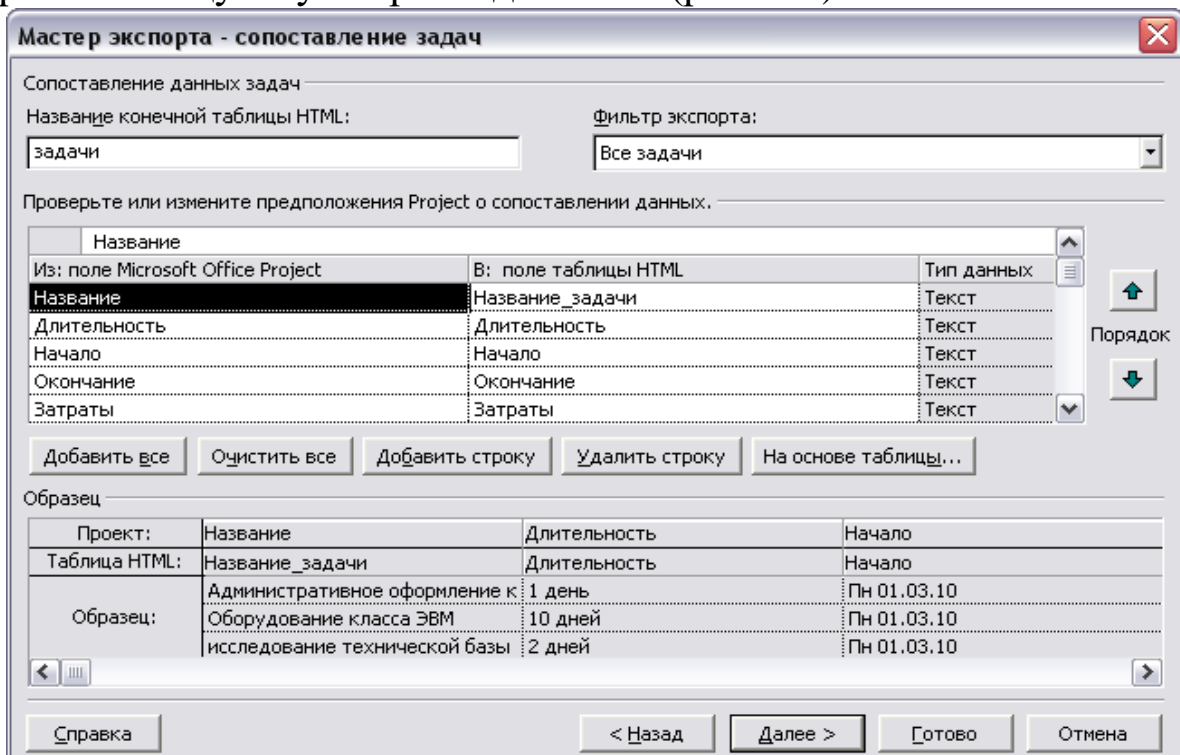
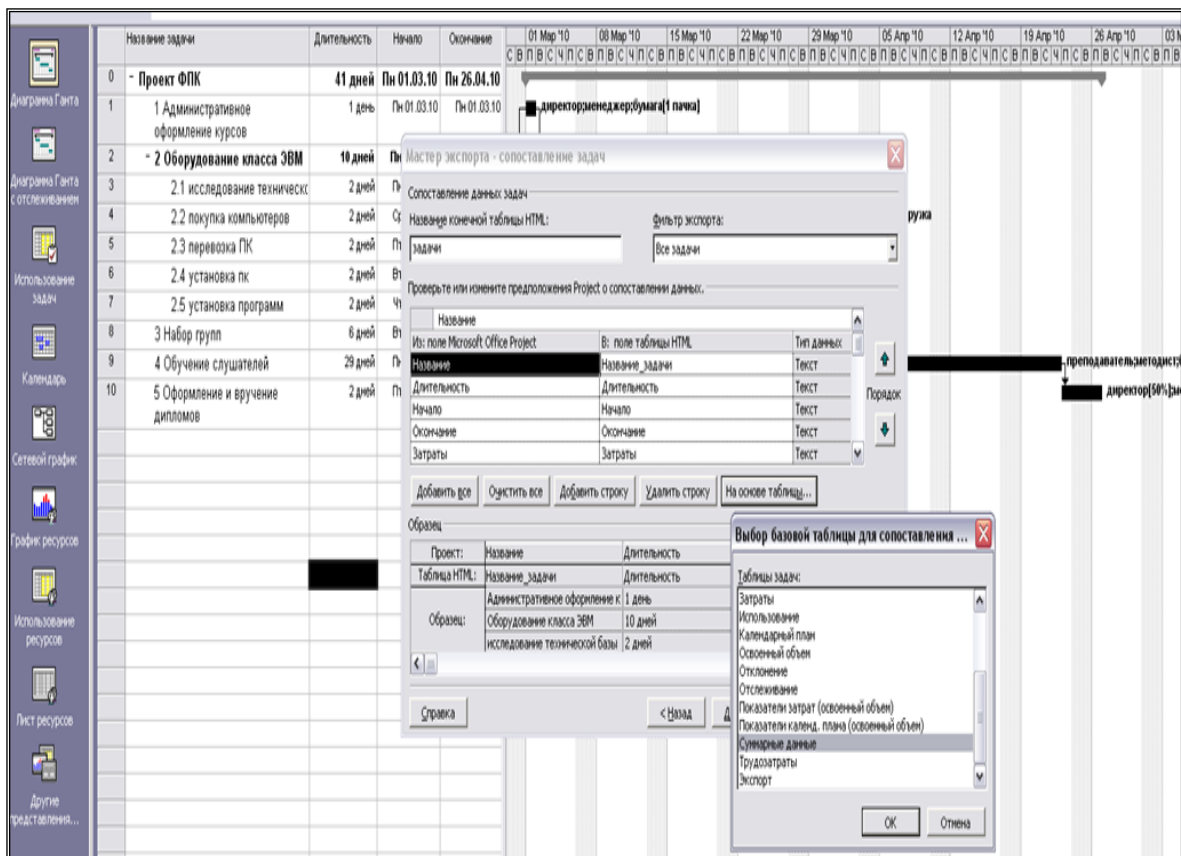

Рис. 37. Диалоговое окно «Мастер экспорта – сопоставление задач»
Рис. 38. Выбор базовой таблицы для сопоставления полей
3. В открывшемся окне «Мастер экспорта – сопоставление задач» (рис. 37) ввести название таблицы «задачи». В качестве основы для экспорта выбрать одну из таблиц Project. Для этого щелкнуть на кнопке «На основе таблицы...», в открывшемся диалоговом окне выбрать таблицу «Суммарные данные» (рис. 38).